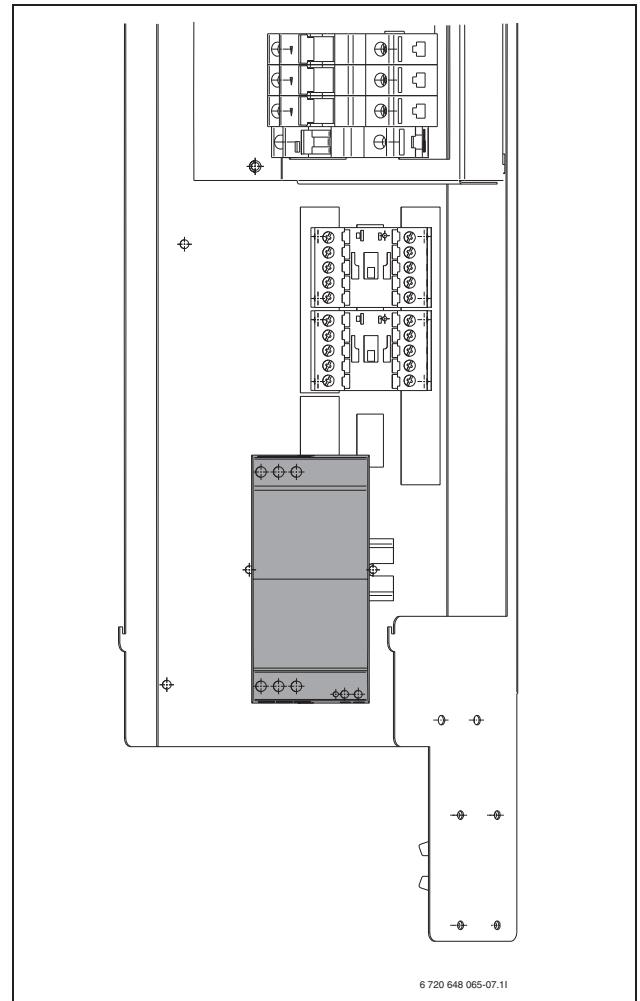

Bild 32 Mjukstart monterad
2. Ta bort kontaktorn och montera mjukstarten (→ Bild 32). Anslut kablarna på mjukstarten som de tidigare var inkopplade på kontaktorn.